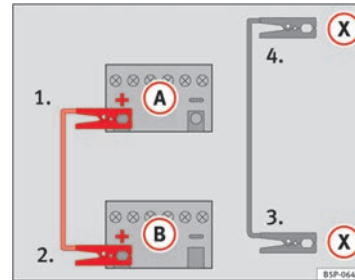

Abb. 245 Anschluss-schemata für Fahrzeuge mit Start-Stopp-System.
- Klemmen Sie ein Ende des *roten* Starthilfekabels an den Pluspol (+) des Fahrzeugs mit der entladenen Fahrzeugbatterie (A) an ⇒ Abb. 245.
- Klemmen Sie das andere Ende des *roten* Starthilfekabels an den Pluspol (+) des stromgebenden Fahrzeugs (B) an.
- Klemmen Sie ein Ende des *schwarzen* Starthilfekabels (X) an einen geeigneten Masseanschluss, ein massives, fest mit dem Motorblock verschraubtes Metallteil oder an den Motorblock selbst an ⇒ Abb. 245.
- Klemmen Sie das andere Ende des *schwarzen* Starthilfekabels (X) im Fahrzeug mit der entladenen Batterie an ein mit dem Motorblock verschraubtes massives Metallteil oder an den Motorblock selbst, aber an einer weit von der Batterie (A) entfernten Stelle an.